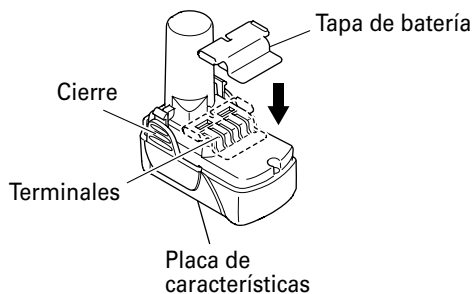

Fig. 1
- **Instale el paquete de baterías en la herramienta eléctrica o almacénelo presionando la tapa de baterías hasta que se oculten los orificios de ventilación para evitar cortocircuitos. (Ver Fig. 1)**